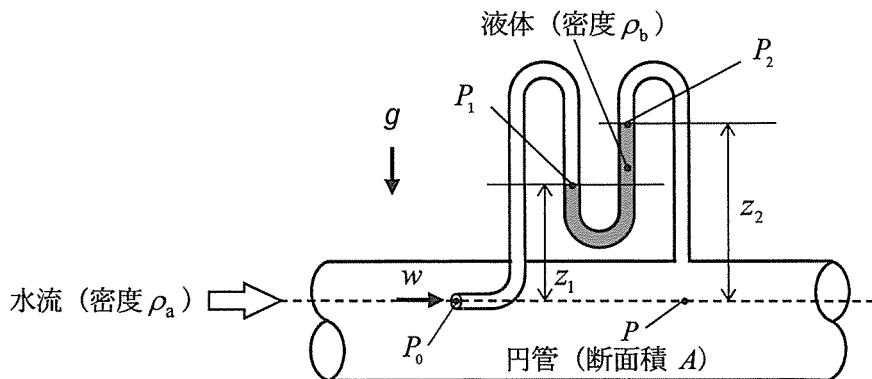

図2
(2) 図2は、ピトー管を用いて水平な円管内を流れる密度 ρ_a の水の流速を測定する概念を模式的に示したものである。圧力差の測定のために、水には不溶で水より重い密度 ρ_b の液体がU字部に入れられており、それ以外の部分は水で満たされている。ここで、 w はピトー管先端に向かう流速、 P_0 はピトー管先端での流れの全圧、 P はピトー管先端の位置の流れの静圧、 z_1 と z_2 は液体の左右の液面の高さ、 P_1 は液面高さ z_1 での静圧、 P_2 は液面高さ z_2 での静圧である。ここで、重力の加速度を g とする。
- 1) ピト一管は、流れの全圧 P_0 と静圧 P の圧力差から流速を求める流速計である。図2より、 P_0 は、 P を用いて次の式②で与えられ、この関係式から w を求めることができる。
- 2) 図2のように、全圧 P_0 と静圧 P の圧力差は 8 を用いて測定することができる。